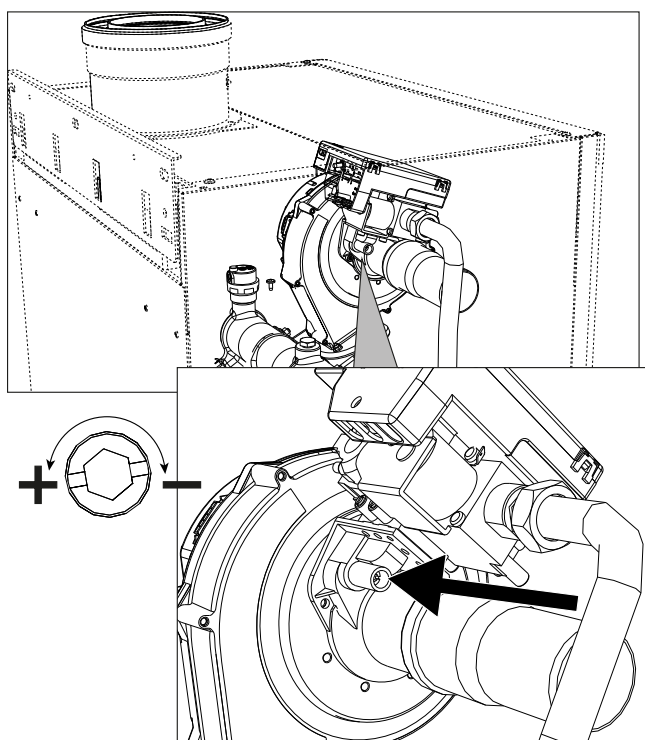
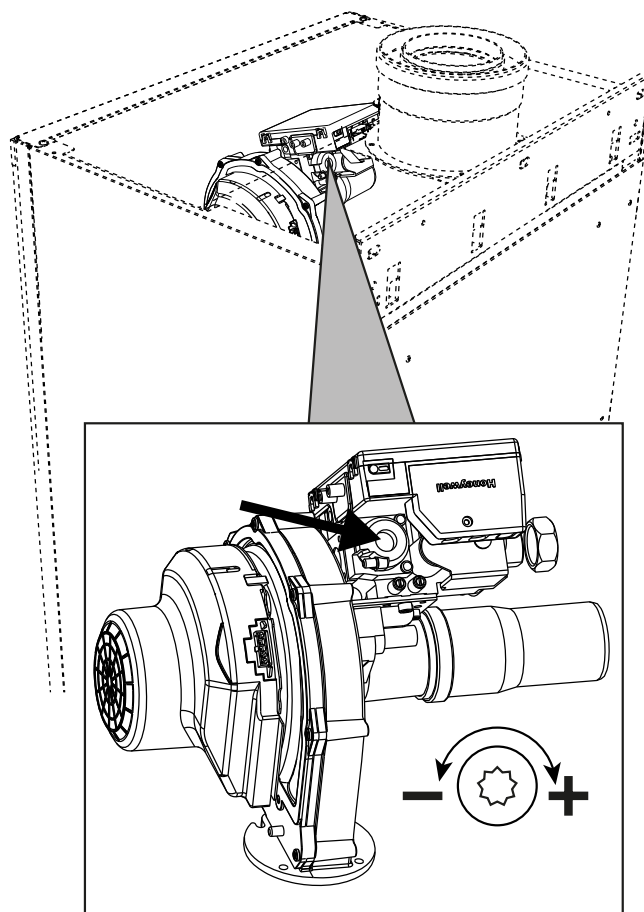
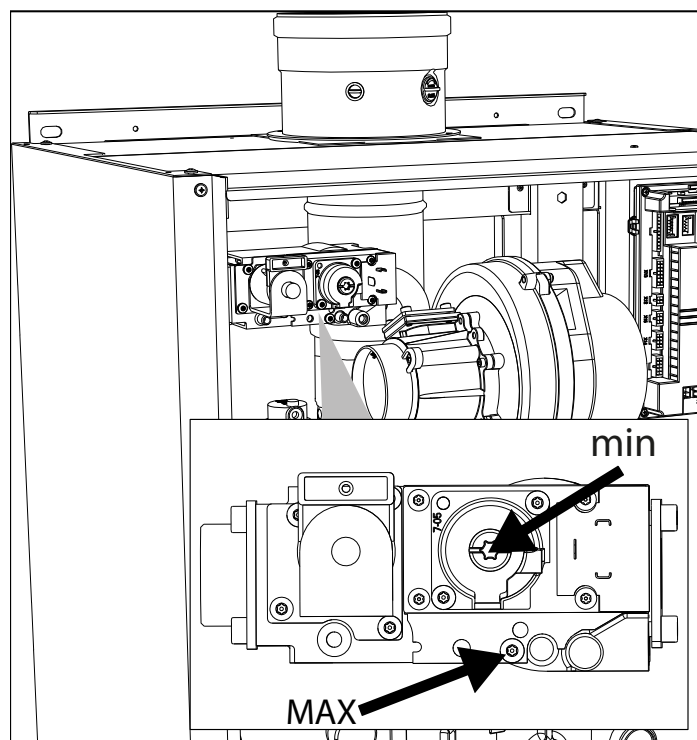

рис. 76- Максимальная регулировка моделей W 60 и W 80
рис. 77- Минимальная регулировка моделей W 60 и W 80
рис. 78- Максимальная и минимальная регулировка моделей W 99, W 120 и W 150
- Если значения отличаются от указанных, отрегулируйте CO₂ с помощью винта регулировки максимального значения до указанных значений CO₂. См. **рис. 76** для моделей **W 60** и **W 80** или **рис. 78** для моделей **W 99**, **W 120** и **W 150**.
- Если значения CO₂ отличаются от указанных, осторожно отрегулируйте винт минимального сдвига «OFFSET», проверяя правильность значения CO₂. См. **рис. 77** для моделей **W 60** и **W 80** или **рис. 78** для моделей **W 99**, **W 120** и **W 150**.